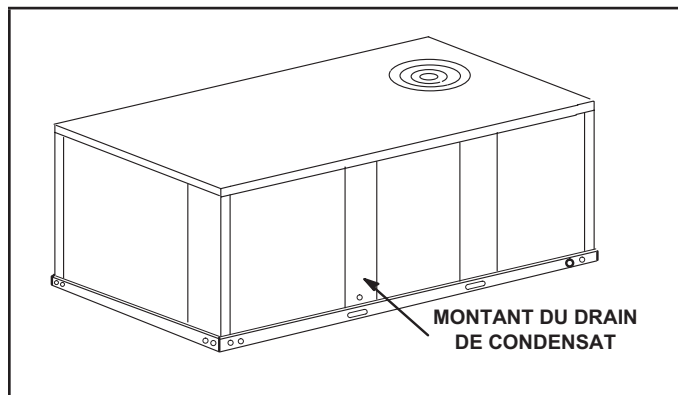

FIGURE 8
- 1 - Retirer le meneau d'évacuation du condensat. Voir la FIGURE 8. Retirer les deux panneaux de chaque côté du meneau.
- 1 - Retirer le meneau de drainage du condensat. Voir la FIGURE 8.